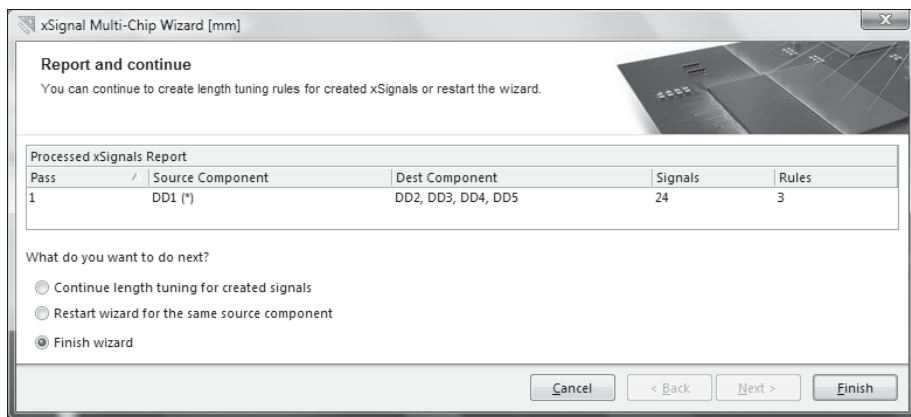

Рис. 6.49. Заключительный шаг мастера xSignalWizard
10. На заключительном шаге (**Report and continue**) отображается сформированная структура xSignal и выводятся предложения трех вариантов продолжения работы (рис. 6.49):